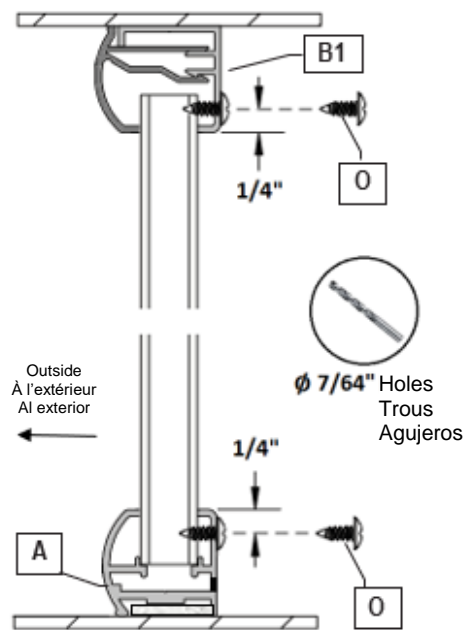

Fig 9c
3. Secure the **Inline Post (E)** to the **Inside Header (B1)** and the **Sill (A)** with the **#6 x 3/8" TH Header/Sill Screws (O)**. (**Fig 9c**)
3. Fixez le **poteau en ligne (E)** au **rail intérieur (B1)** et au **seuil (A)** avec les **vis de rail/seuil TH n° 6 x 3/8 po (O)**. (**Fig. 9c**)